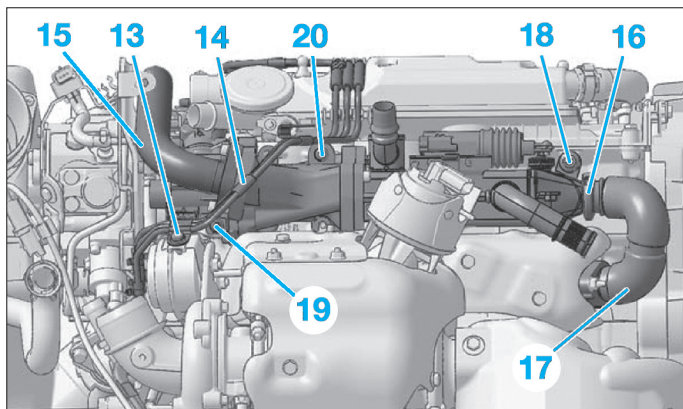

Fig. 76
- Déposer la vis (13) (Fig.76).
- Débrancher les tuyaux (14) et les écarter.
- le tuyau (15),
- le collier (16),
- le tuyau (17),
- l'écrou (18),
- la vis (19),
- l'écrou (20) et son goujon.